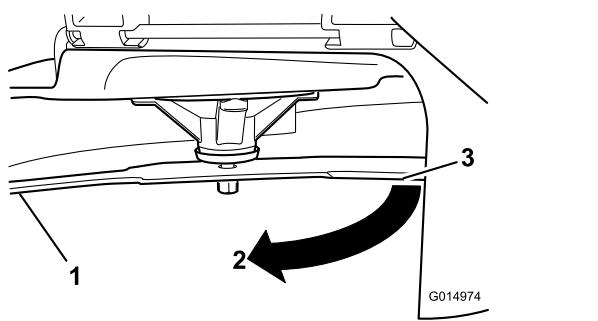

Figura 76
3. Distância medida entre a lâmina e a superfície (A)
4. Rode a mesma lâmina 180 graus para que a extremidade de corte oposta fique na mesma posição (Figura 76).